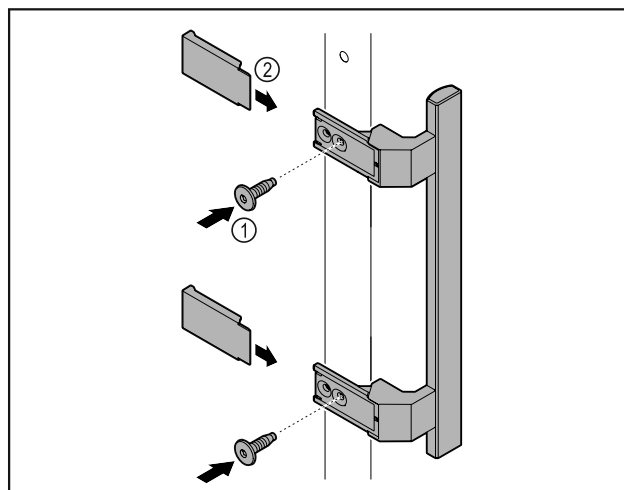

Fig. 7
- Colocar en la puerta el tirador del kit de accesorios con los tornillos incluidos Fig. 7 (1).
- Colocar las cubiertas Fig. 7 (2).